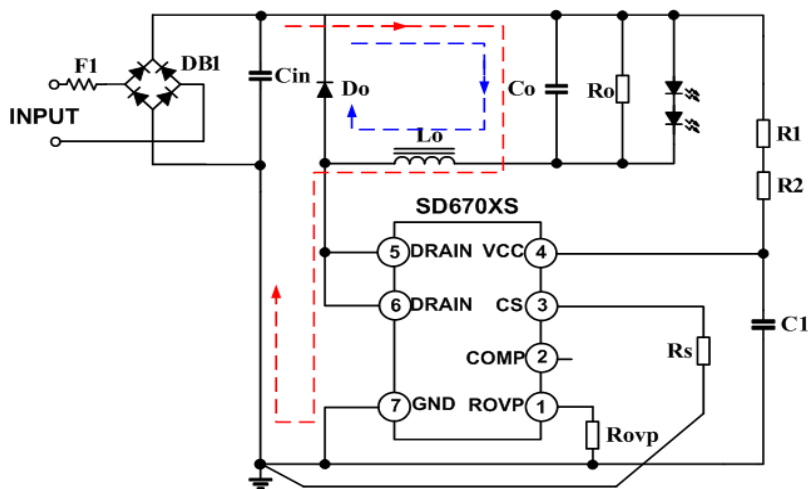

图5 EMI优化走线图
- (1) CS采样电阻要靠近IC采样脚，同时采样路径要尽可能的短，且与控制部分地分开接到整流桥输出地；
- (2) VCC电容靠近IC放置，且控制器件走线与高压高 $dv/dt$ ， $di/dt$ 线远离；比如 $R_s$ 以及 $R_{ovp}$ 连接回路不要与DRAIN端以及输入正端走线太近。
- (3) Drain端铺铜面积要大（考虑散热，要根据功率情况而定）；但同时要注意对EMI辐射的影响；
- (4) 要注意和防止输入浪涌电流对系统输入级的伤害；
- (5) 主功率回路(图5中蓝色与红色回路)路径要尽可能短，有利于EMI辐射；